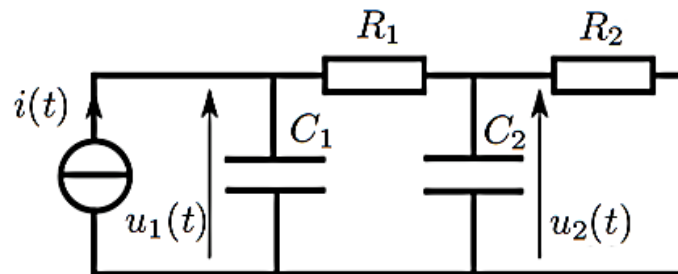

FIGURE 5 – Modèle électrique.
Dans l'approche électrique, la modélisation du système conduit au circuit électrique donné figure 5.
**I.10.b.** Modifier le schéma électrique de la figure 5 (p. 4) et proposer les deux montages correspondants.